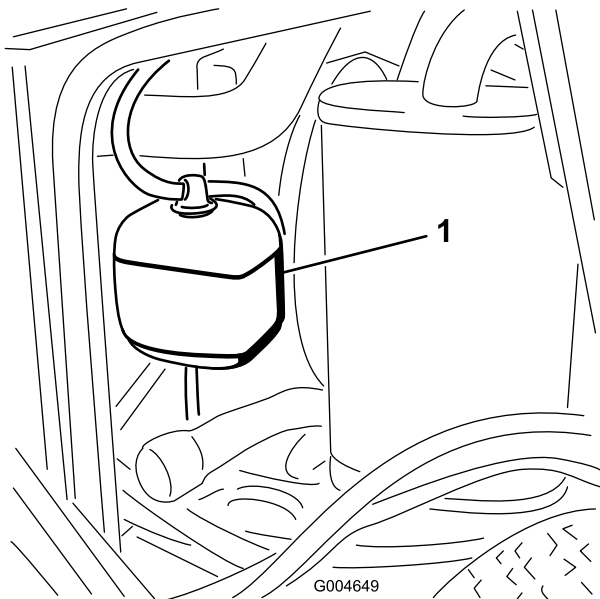

図 51
1. 液量の点検は補助タンクで行う(図 51)。タンク側面についている2本のマークの間であれば適正である。